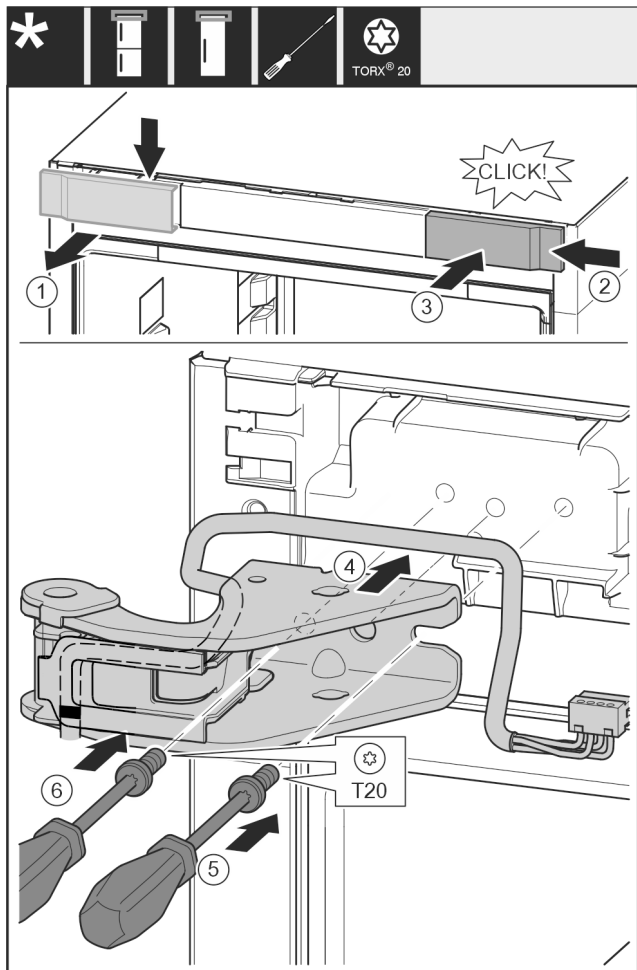

Fig. 32
- ▶ Retirar la cubierta desde arriba hacia delante. Fig. 32 (1)
- ▶ Enganchar por la derecha la cubierta girada 180° en el otro lado. Fig. 32 (2)
- ▶ Encajar la cubierta. Fig. 32 (3)
- ▶ Colocar el soporte de apoyo superior. Fig. 32 (4)
- ▶ Colocar y apretar el tornillo con el destornillador T20. Fig. 32 (5)
- ▶ Introducir y apretar el tornillo con el destornillador T20. Fig. 32 (6)